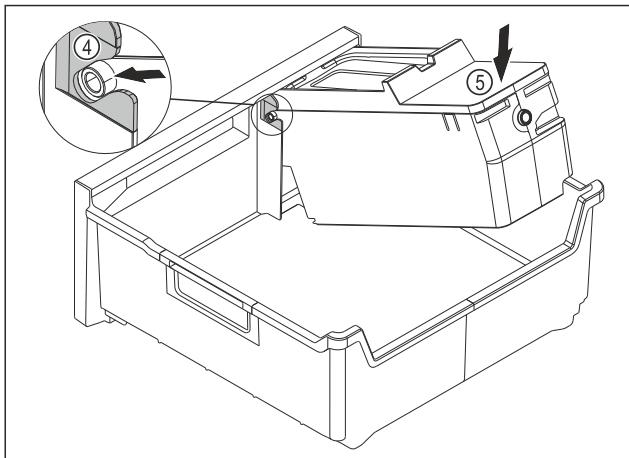

Fig. 149
- Монтаж на корпуса на EasyTwist-Ice: Вкарайте осите на корпуса на EasyTwist-Ice във водачите Fig. 149 (4).
- Натиснете надолу корпуса на EasyTwist-Ice Fig. 149 (5) отзад.